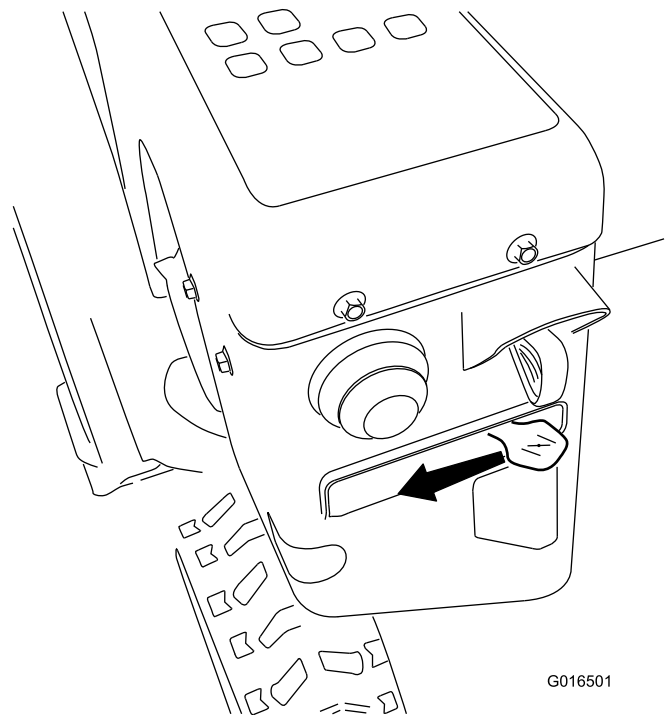

Figura 22
5. Portate lo starter in posizione CHOKE (starter) (Figura 22).